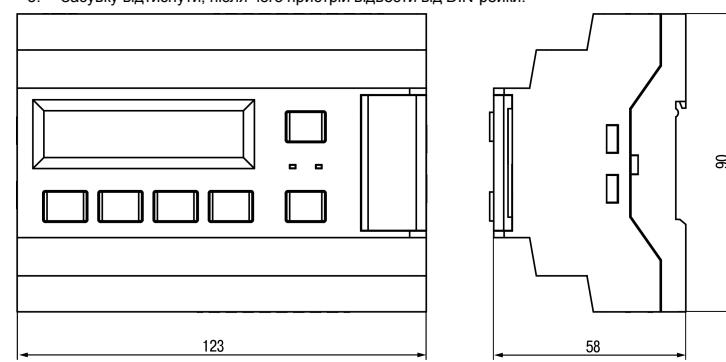

Рисунок 2 – Габаритний кресленик пристрою
- Підготувати на DIN-рейці місце для встановлення пристрою відповідно до розмірів пристрію (див. рисунок 2).